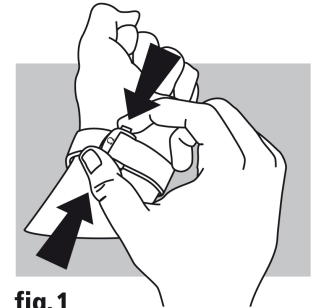

fig. 1
**Öffnen (fig. 1):** Zum Öffnen der Schließe betätigen Sie die beiden Drücker an den Seiten der Schließe und ziehen Sie diese nach oben.